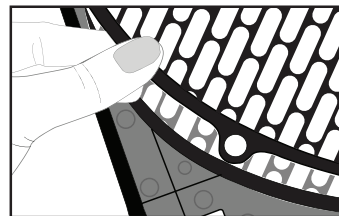

Fig. 18
4. Retirer le pré-filtre en le tirant délicatement hors des 4 tiges. Voir Fig. 18
6. Remettre le pré-filtre en place en poussant les 4 anneaux du filtre sur les 4 tiges de la grille. Voir Fig. 18